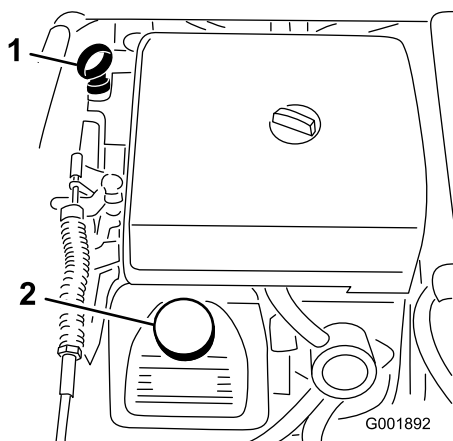

Bild 20
2. Nehmen Sie den Peilstab heraus und wischen Sie ihn mit einem sauberen Lappen ab (Bild 20). Stecken Sie den Peilstab in das Rohr und stellen Sie sicher, dass er vollständig eingeführt ist. Nehmen Sie den Peilstab heraus und prüfen Sie den Ölstand.
3. Wenn der Ölstand niedrig ist, nehmen Sie den Deckel des Einfüllstutzens von der Ventilabdeckung ab (Bild 20) und füllen Sie Öl auf, bis der Ölstand die Vollmarke am Peilstab erreicht. Angaben zur richtigen Ölsorte und zur Viskosität finden Sie unter „Warten des Motoröls“ im Abschnitt „Wartung“. Gießen Sie Öl langsam ein und prüfen Sie den Ölstand häufig während des Füllens. Füllen Sie nicht zu viel ein.